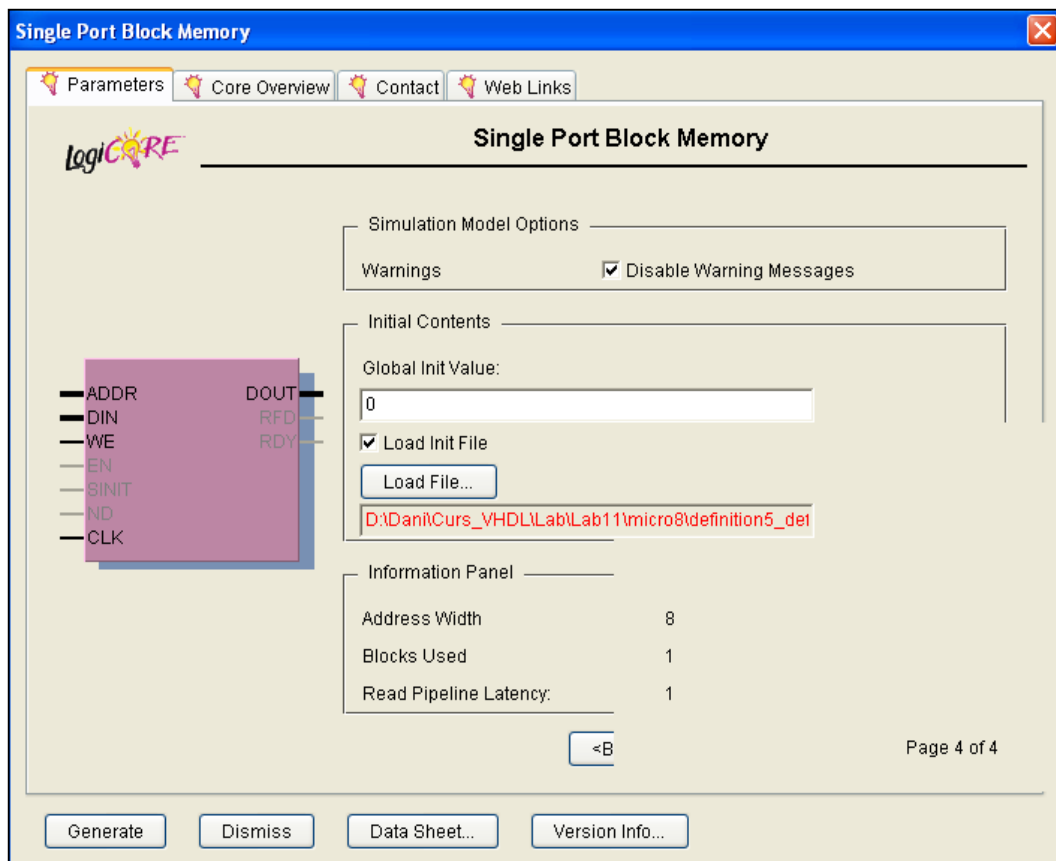

Figura 3
- În pagina 4 se stabilește conținutul memorie, încărcându-se un fișier de configurare ce conține informațiile din tabelul T2, vezi figura 3;